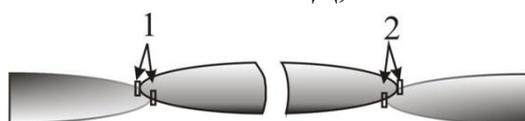
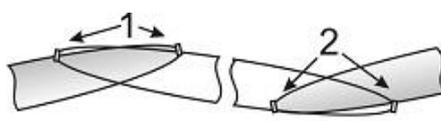
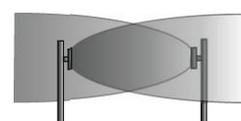
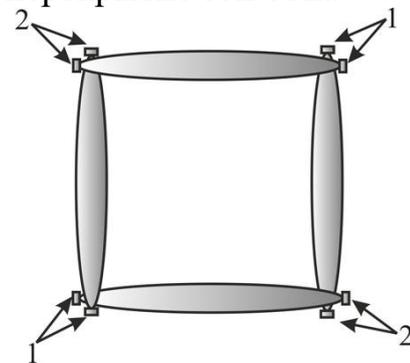

Рис. 4.5
Рис. 4.6
Рис. 4.7
Рис. 4.8
рис. 4.1). Однако (см. п. 4.5 и рис. 4.2) у БПРД и БПРМ необходимо прикрыть образовавшиеся «проходы» с помощью либо ЗО смежного участка, как показано на рис. 4.5 и рис. 4.6 (вид сверху), рис. 4.7 (вид сбоку). На рис. 4.5, рис. 4.6 и рис. 4.8 цифрами обозначены «1» - БПРД, «2» - БПРМ.
4.10 Перекрытие ЗО при установке с поворотами рубежа, например см. рис. 4.8, достигается тем же методом (см. п. 4.8).